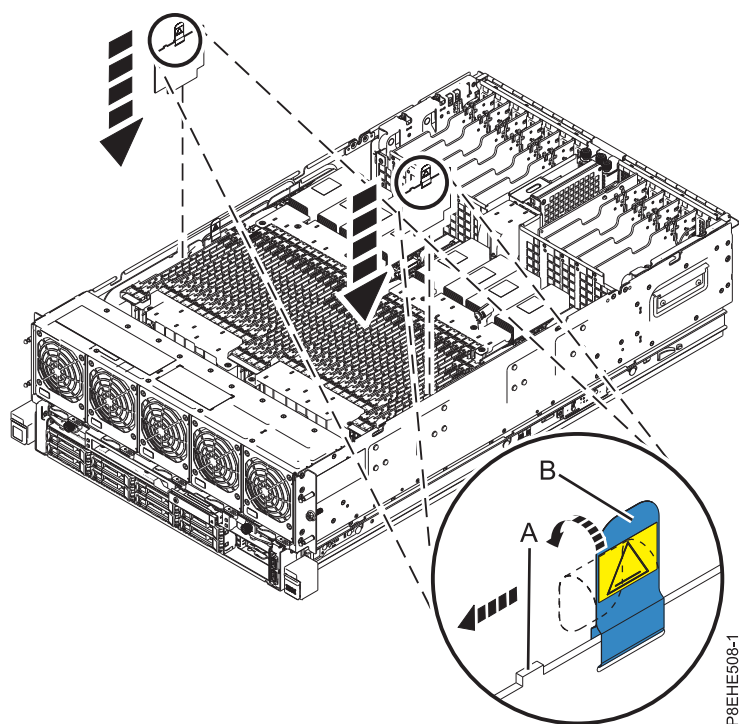

Figura 1. Instalando o módulo do regulador de voltagem da memória
- a. Coloque o módulo do regular de voltagem da memória no conector do painel traseiro do sistema, conforme mostrador em Figura 1.